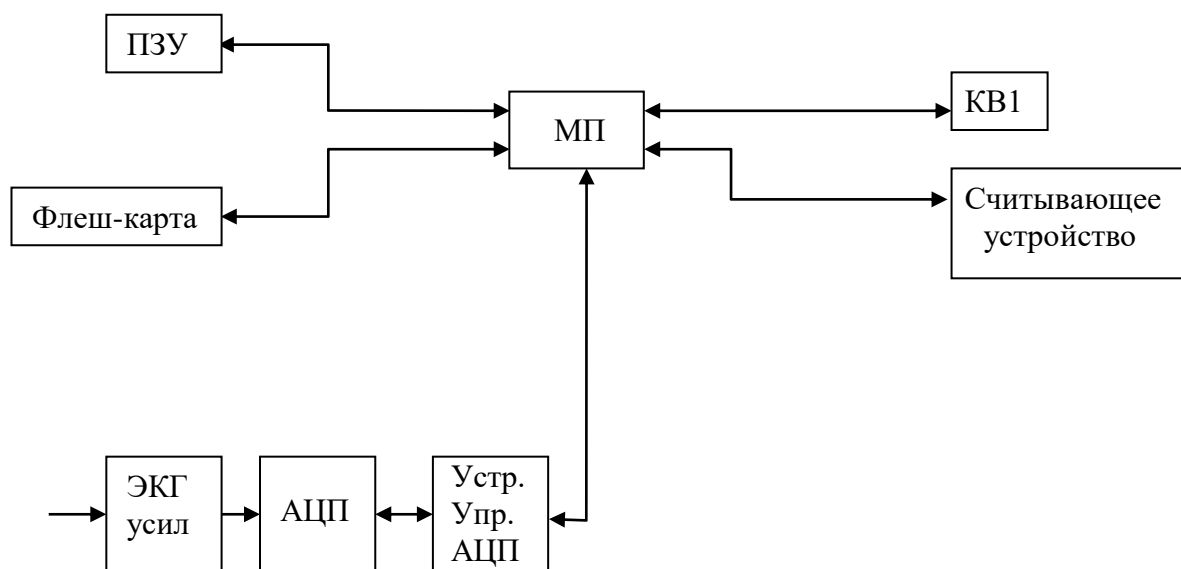

Рис.1
1.1 Кардиорегистратор портативный КР-01 (Рис. 1) предназначен для регистрации электрокардиосигналов при длительном мониторингировании ЭКГ в условиях свободного двигательного режима пациента.
4.3 Структурная схема кардиорегистратора портативного КР-01 приведена на рис.1. Сигналы с электродов поступают на входы усилителей ЭКГ. В усилителе осуществляется усиление ЭКС в полосе частот 0,05-100 Гц, фильтрация помех, подавление синфазной помехи.